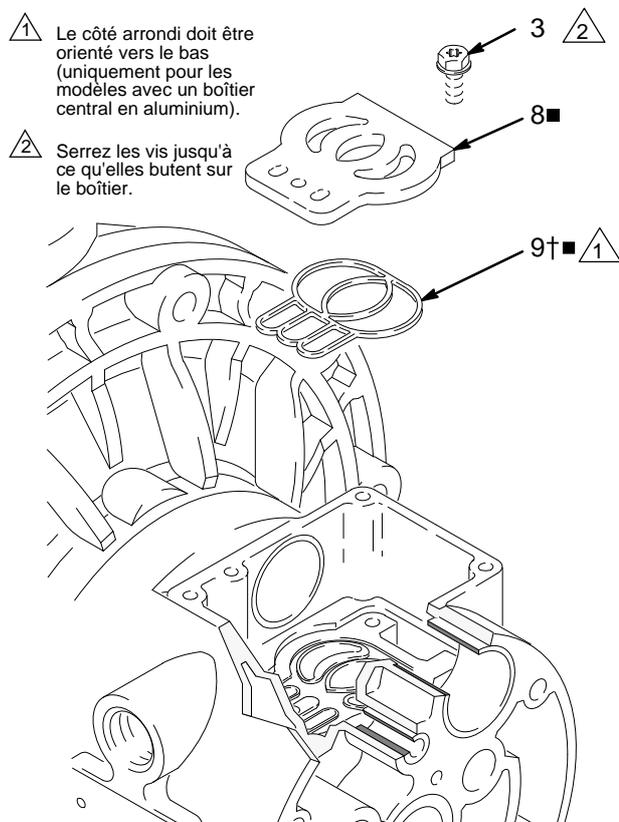

FIG. 9
5. Vérifiez le plateau de vanne (8■) en place. S'il est endommagé, utilisez un tournevis Torx (T20) ou une clé à douille de 7 mm (9/32 po.) pour retirer les trois vis (3). Enlever la plaque de la vanne (8■) et enlevez le joint (9) sur les modèles avec un corps central en aluminium uniquement. Consultez FIG. 9.
2. Sur les modèles avec un corps central en aluminium, mettez le joint de la plaque de vanne (9▲) dans la rainure au fond de la cavité de la vanne. La partie arrondie du joint **doit être orientée vers le bas** dans la rainure. Consultez FIG. 9.
3. Installez la plaque de vanne (8▲) dans la cavité. Dans le cas des modèles avec boîtier central en aluminium, la plaque est réversible, de sorte que les deux faces peuvent être orientées vers le haut. Placez les trois vis (3) en utilisant un tournevis Torx (T20) ou une clé à douille de 7 mm (9/32 po.). Serrez jusqu'à ce que les vis butent sur le boîtier. Consultez FIG. 9.